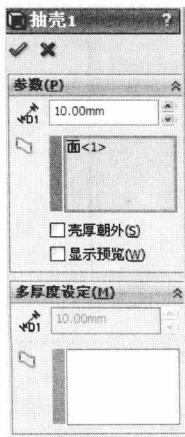
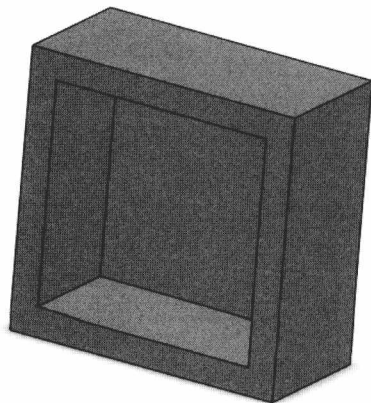

图 1-7 【抽壳 1】属性管理器
图 1-8 抽壳结果
- (1) 单击基体下表面，使其处于选择状态。
- (2) 单击【特征】工具栏中的【抽壳】按钮，打开【抽壳 1】属性管理器，如图 1-7 所示。在【参数】选项组中的【厚度】微调框中输入“10mm”，单击【确定】按钮，完成抽壳特征的创建，如图 1-8 所示。